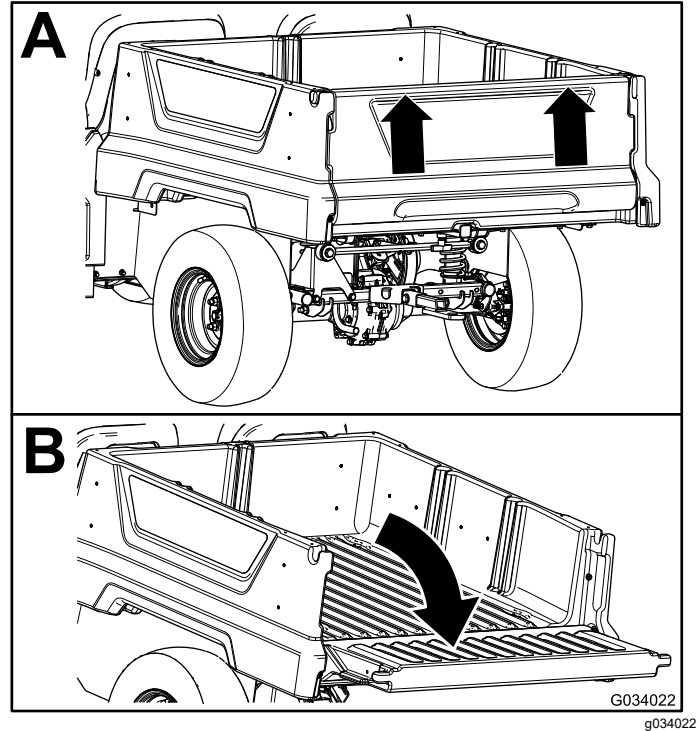

图 15
2. 使用双手抓住尾门上方的脊状边缘提起尾门图 15。
3. 将尾门放下直至与货斗底部齐平图 15。